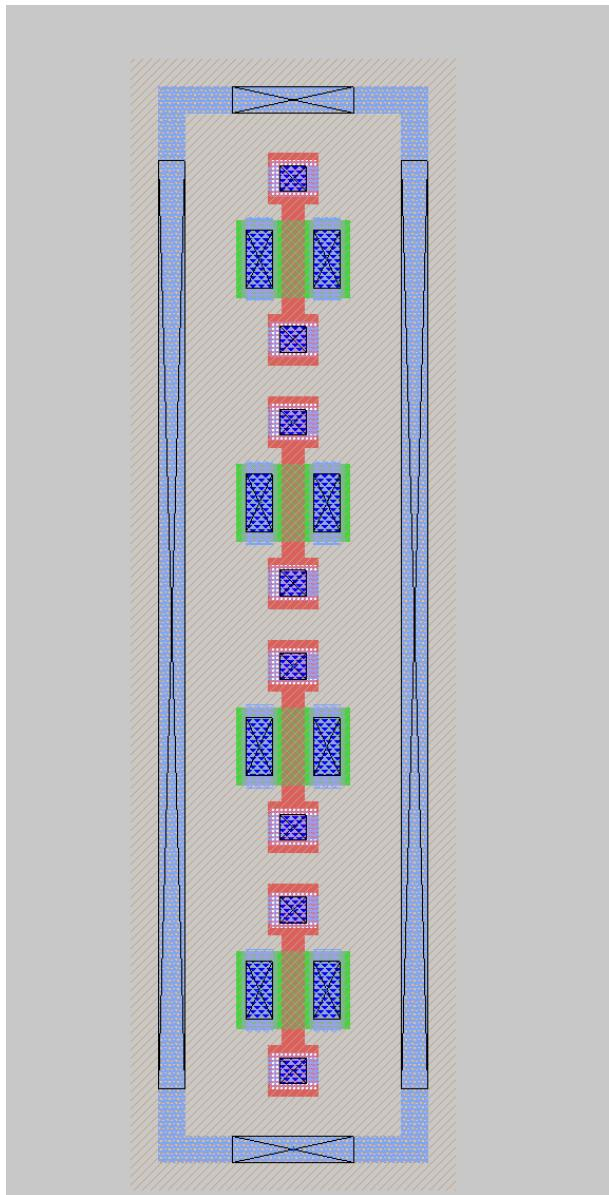

Figura 22: Utilizando a tecla '>' para descer na hierarquia e editar a célula selecionada.
Passo 2: Descer na hierarquia Com a instância selecionada, pressione a tecla > (sinal de "maior que") para "descer" um nível e abrir a definição daquela célula para edição. A janela de layout agora mostrará o conteúdo interno do transistor, como ilustrado na Figura 22. Para retornar ao nível superior, utiliza-se a tecla < (sinal de "menor que").